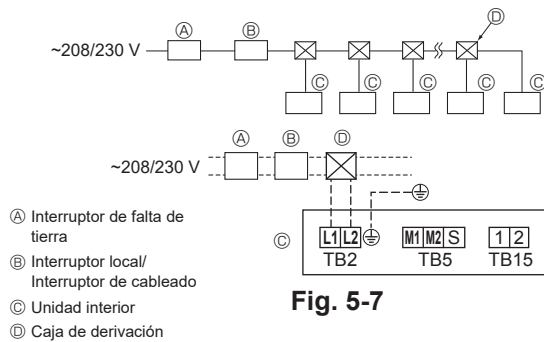

Fig. 5-7
5.2. Cableado de alimentación (Fig. 5-7)